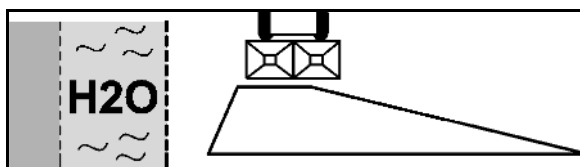

Fig. 74
2. Împrăștiere pe marginea șanțului conform dispoziției privind îngrășămintele (Fig. 74):